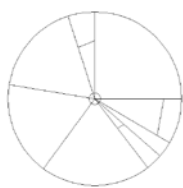

图 15.141 绘制直线
(3) 执行直线命令, 圆上的直线之间连接不规则直线, 如图 15.141 所示。